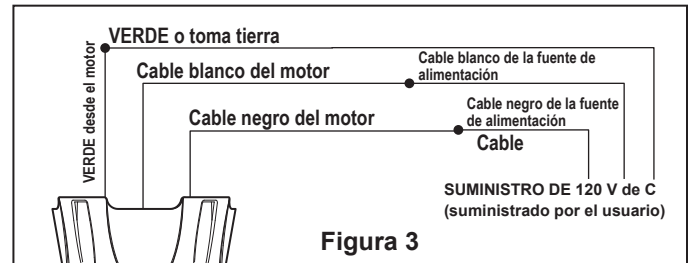
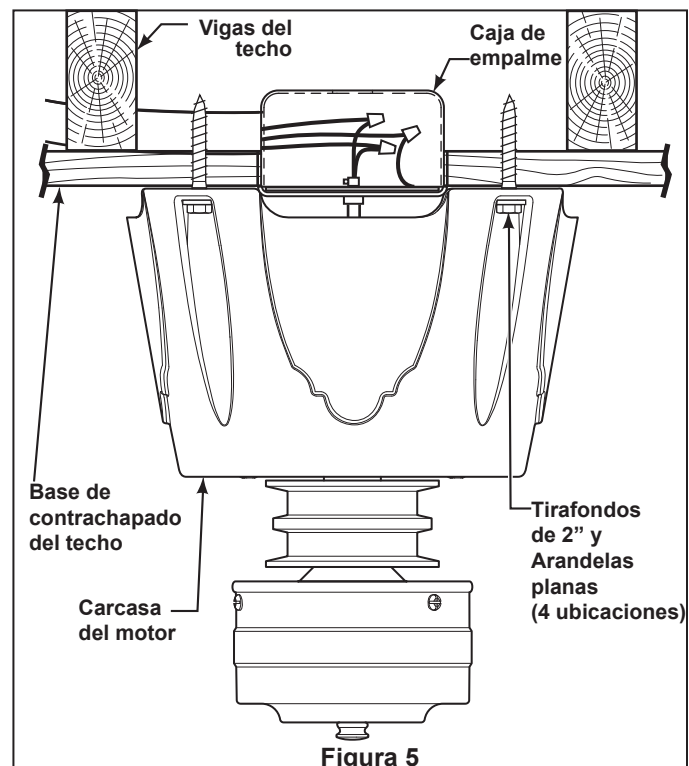

Figura 3
Figura 5
4. Conecte el cable verde de toma de tierra desde el motor del ventilador al conductor de toma de tierra de la fuente de alimentación (éste puede ser un cable desnudo o un cable con una aislamiento de color verde). Conecte los cables a los conectores provistos de forma segura. Conecte el conductor blanco. (Figura 3)
8. provistos de forma segura. Conecte el conductor blanco del motor del ventilador al conductor blanco (neutro) mediante el conector provisto de forma segura. Conecte el conductor negro del motor del ventilador y el conector azul al conductor negro mediante el conector provisto de forma segura. (Figura 3) Cuando haya hecho las conexiones, coloque los cables hacia arriba y empuje la puntas de los cables hacia el interior de la caja de electricidad, con los cables de color blanco y verde en un lado de la caja y el cable de color negro hacia el otro lado. (Figura 5)